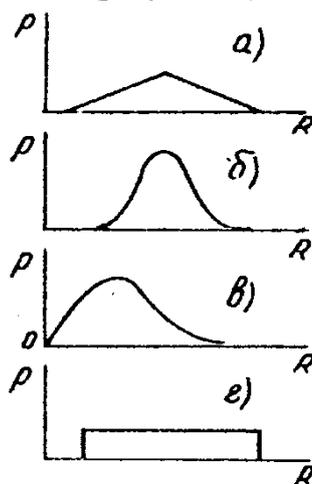

Рисунок 6
- а) распределение Симпсона (рисунок 6а);
- б) распределение Гаусса (нормальное распределение) (рисунок 6 б);
в) распределение Рэлея (рисунок 6 в);
г) распределение равной вероятности (рисунок 6 г).